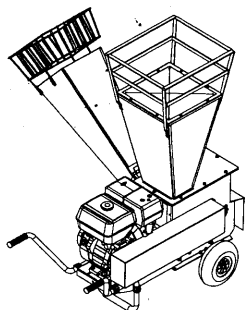

Fig. 15
- Desmontar el cárter de las correas de transmisión, actuando como indicado en la fig. 15.